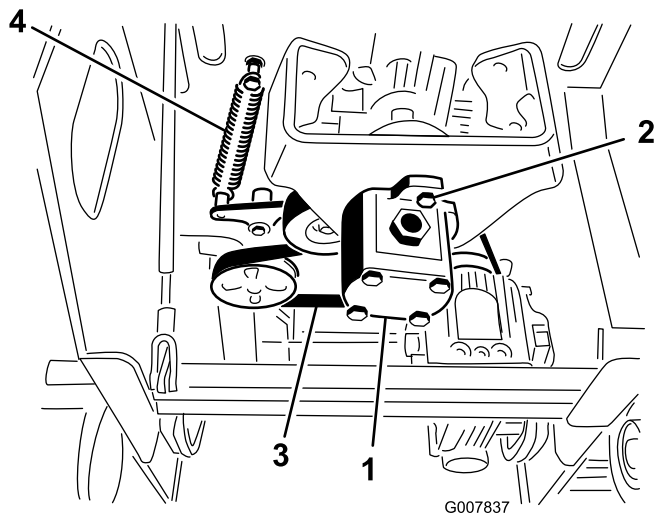

Figura 49
5. Afloje los dos pernos de la bomba (Figura 49).
6. Gire la bomba en el sentido contrario a las agujas del reloj y deje que se separe de la polea (Figura 49). Asegúrese de que el acoplamiento de araña se separe junto con la bomba.
7. Usando una herramienta especial para retirar muelles (póngase en contacto con su Servicio Técnico Autorizado), retire el extremo del muelle del perno para aliviar la tensión de la correa (Figura 49).